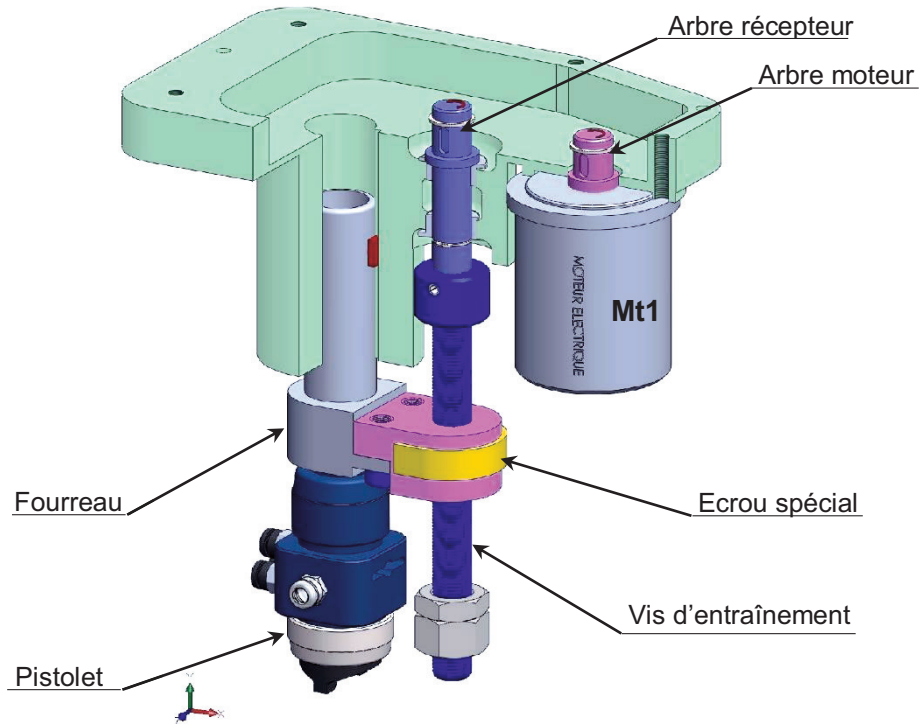

Figure 2
- L'étude portera sur le mécanisme de déplacement vertical du pistolet (Figure 2).
b- En se référant à la figure 2, cocher la case correspondante.